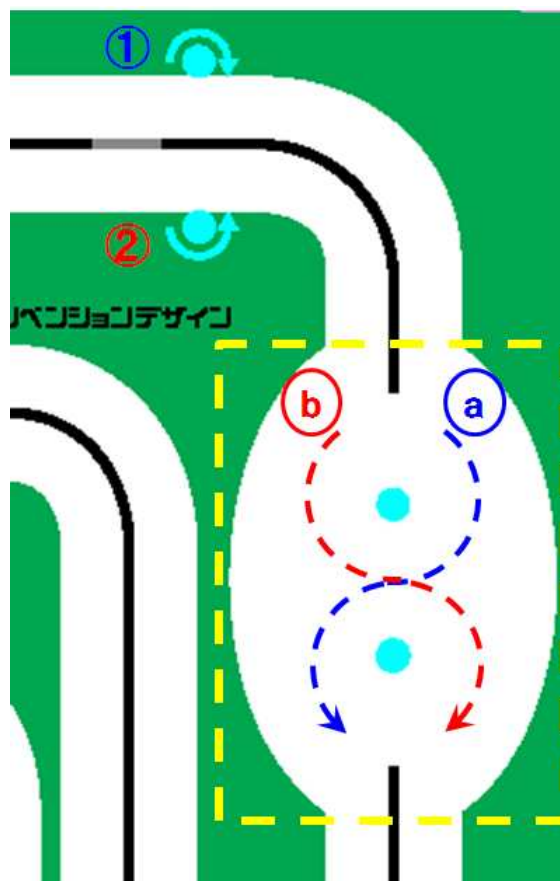

図 16 ドリフトターン
図 16 は図 3 の右側部を拡大したものです。水色の円の場所には、ペットボトルが置かれます。①、②の場所はどちらか片方にペットボトルが置かれ、黄色の点線で囲まれた白地箇所(ターンエリア)の巡回ルート(規定方向)を決定します。ペットボトルが①の場所に置かれた場合は㉓のルートで巡回し、②の場所の場合は㉔のルートで巡回します。①、②に置くペットボトルの位置は、走行体がスタート後に決定されます。